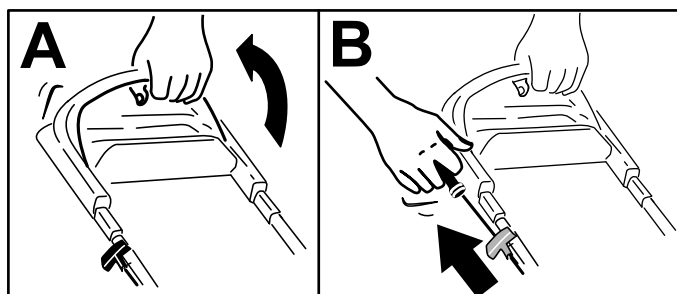

Figure 5
1. Maintenez la barre de commande de la lame contre le guidon (A de Figure 5).
2. Tirez légèrement la poignée du lanceur jusqu'à ce que vous sentiez une résistance, puis tirez vigoureusement et laissez le lanceur se rétracter lentement jusqu'au guide-câble sur le guidon (B de Figure 5).